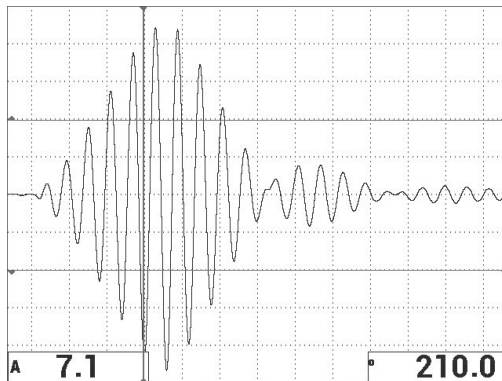
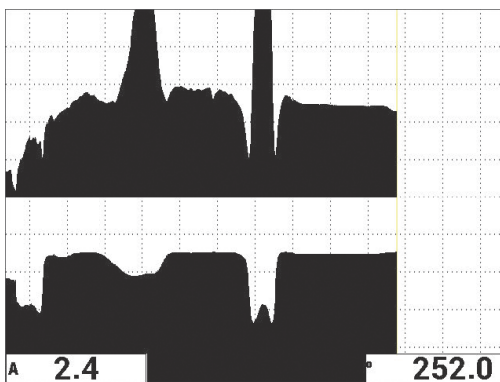

図 6-11 検査 1 – RF 信号
図 6-15 検査 5 – スキャン
8. 検査中に（全画面または通常画面モードで）さまざまな信号表示を即時に切り替えるには、目的の検査が表示されるまで検査キー（）を繰り返し押します。利用可能な検査を 140 ページの図 6-11 から 142 ページの図 6-15 に示します。